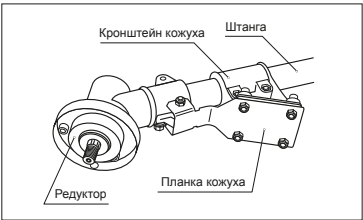

рис. 3
2. Установите защитный кожух на штангу, расположив его между кронштейном и планкой защитного кожуха, и зафиксируйте его четырьмя винтами (рис. 3).